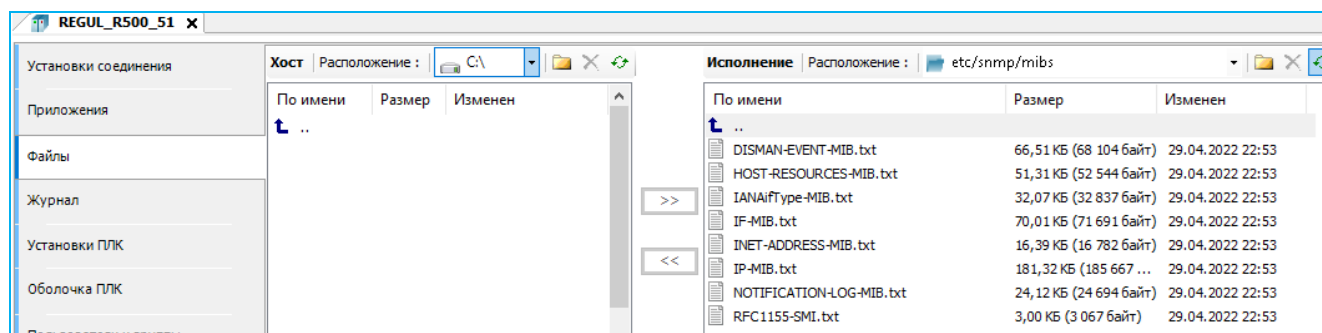

Рисунок 206 – Загрузка файла с контроллера на ПК
- на главной вкладке параметров устройства перейдите на вкладку **Файлы**. В области **Исполнение** нажмите кнопку  (**Обновить**). В окне отобразится дерево файлов, имеющихся на контроллере. Найдите папку `etc⇒snmp⇒mibs` (Рисунок 206);